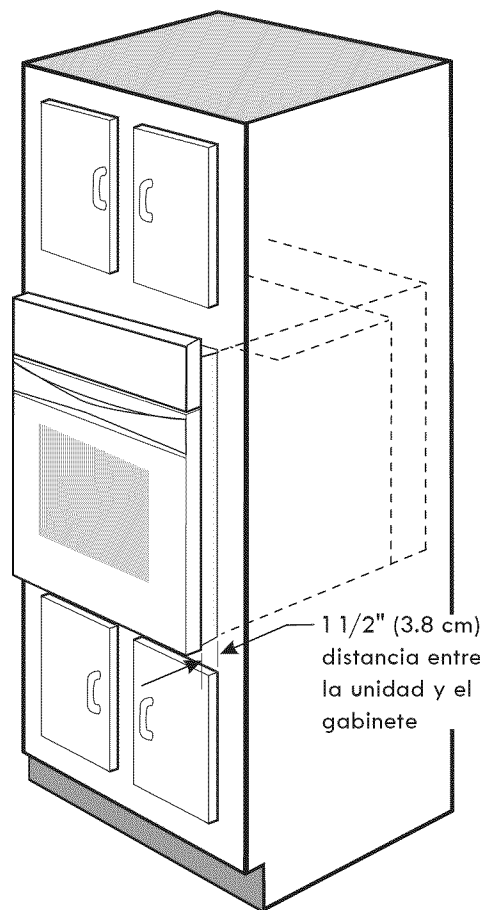

Figura 5
3. Insertar el horno en la abertura del gabinete. Deslizar el horno hacia dentro dejando 1 1/2" (3,8 cm) de espacio libre entre el horno y la parte delantera del gabinete (ver la Figura 5).